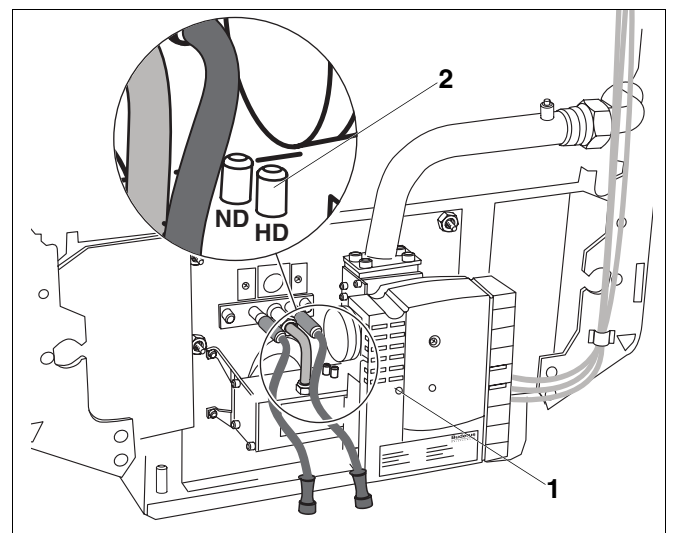

Abb. 55 Gasbrenner
- Verschlusschraube des Messnippels (Abb. 55, **Pos. 2**) lösen.
- Den Messschlauch des U-Rohr-Manometers auf den Messnippel (Abb. 55, **Pos. 2**) aufstecken. Der Messnippel ist auf dem Gasverteilerbalken mit „HD“ gekennzeichnet.
- Bei Abweichung vom Sollwert: Korrigieren Sie den Düsendruck durch Drehen der Einstellschraube (Abb. 55, **Pos. 1**) in Plus- oder Minus-Richtung.
- Messschlauch entfernen und Verschlusschraube des Messnippels (Abb. 55, **Pos. 2**) wieder festdrehen.